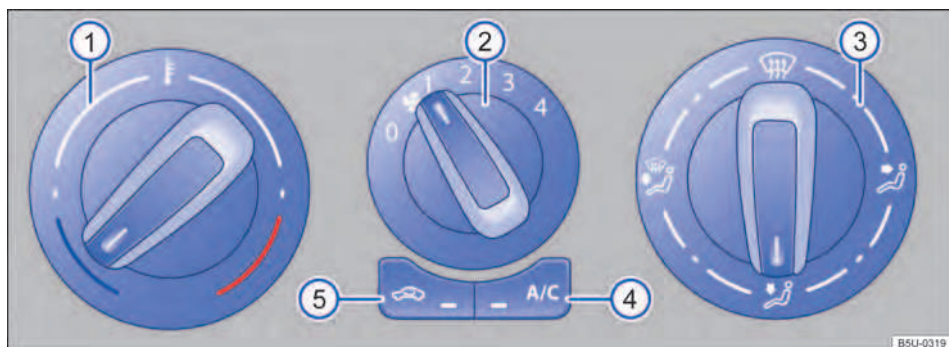

Fig. 76 Mandos del aire acondicionado.
- *Aire acondicionado*: girar el regulador del ventilador al nivel 0 → fig. 76 ②.
- *Aire acondicionado*: girar el regulador giratorio izquierdo → fig. 76 ① para regular la respectiva temperatura.
- *Aire acondicionado*: girar el regulador del ventilador → fig. 76 ②.
En modo de recirculación de aire, el aire externo se ve impedido de llegar al interior del vehículo → fig. 76.
- *Aire acondicionado*: girar el regulador de la derecha → fig. 76 ③ a la posición deseada.
- Girar el botón de distribución de aire → **fig. 76**  a la posición ; en esta posición el modo de recirculación de aire se apaga automáticamente.